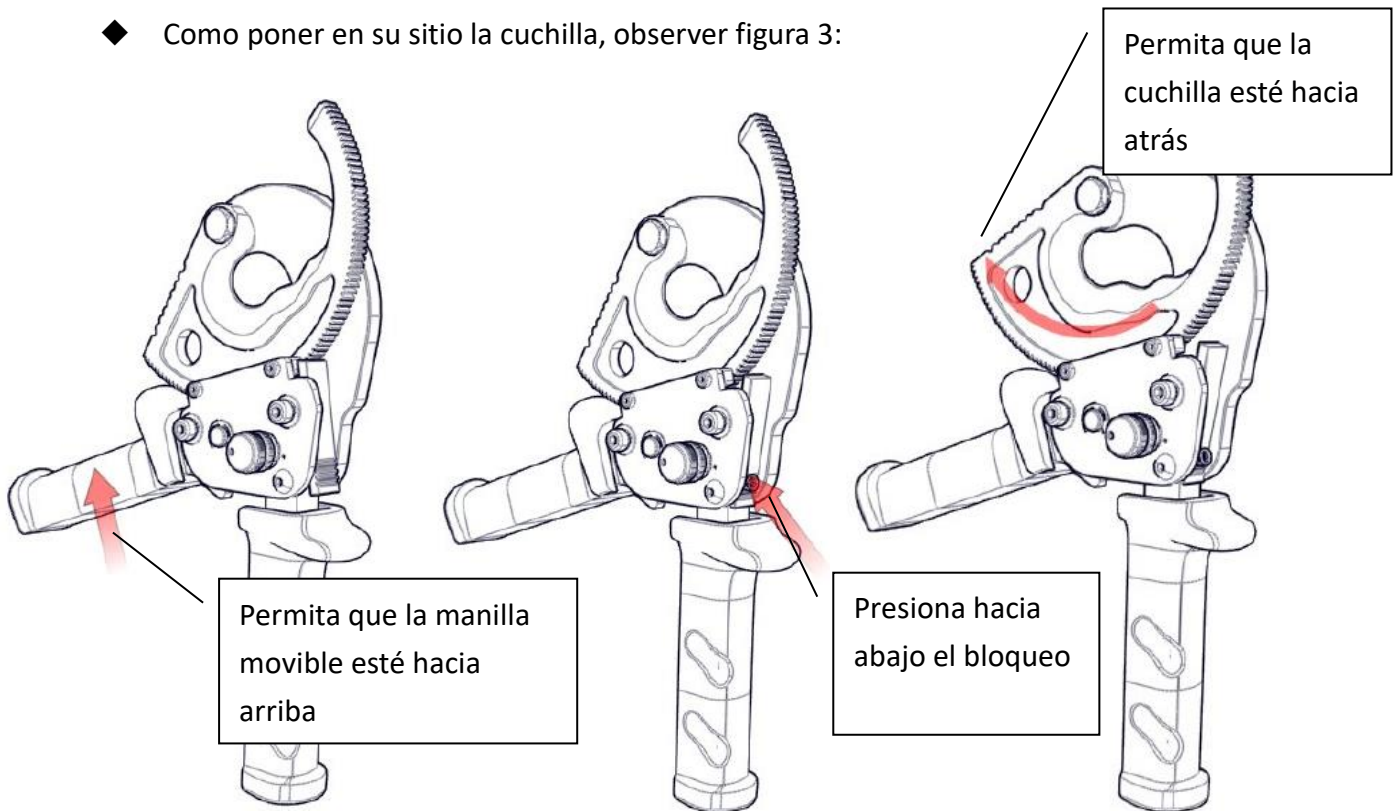

Figura 3: Como retornar la cuchilla
- ◆ Como poner en su sitio la cuchilla, observar figura 3: